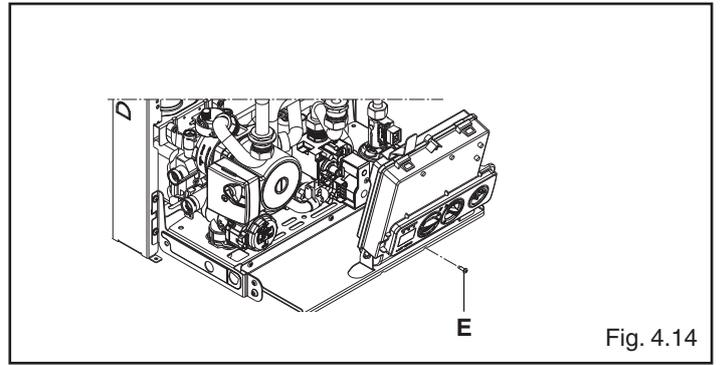

Fig. 4.14
- rimuovere la vite (E) che fissa il cruscotto (fig.4.14)